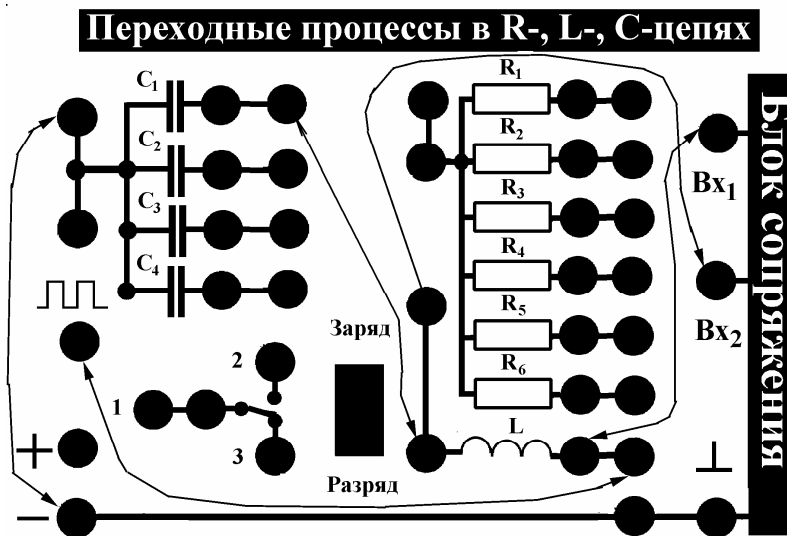

Рис. 11. Соединение элементов учебной платы для выполнения упражнения 5.
1. Для изучения затухающих колебаний в RLC-цепи соберите электрическую схему, состоящую из катушки индуктивности  $L$  и конденсатора  $C_1$  (рис. 11). На вход  $V_{x1}$  подается сигнал с генератора прямоугольных импульсов, а на вход  $V_{x2}$  — с конденсатора  $C_1$ .
9. Включите в схеме (рис. 11) между конденсатором  $C_1$  и катушкой  $L$  сопротивление  $R_1$  (надеюсь, что за время выполнения настоящей задачи Вы уже приобрели опыт и сможете самостоятельно собрать схему). Проведите измерения (п. 2) и обработку (п.п. 3—5), найдите значения  $T$ ,  $\theta$  и  $Q$ . Оцените погрешность определения. Повторите измерения и обработку, подключая последовательно сопротивления  $R_1$ ,  $R_2$  и  $R_3$  и конденсаторы  $C_1$ ,  $C_2$ ,  $C_3$  (всего 9 измерений1).